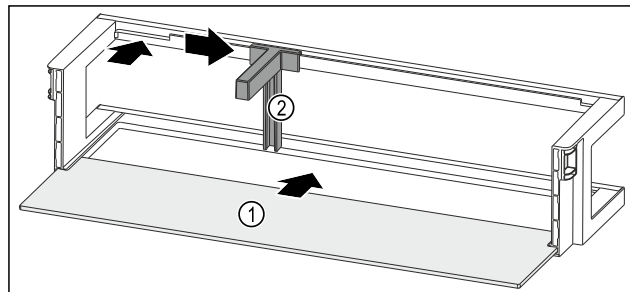

Fig. 53 Durvju plaukts ar plauktu
- ▶ Iebīdiet plauktu Fig. 53 (1) sānu gropēs.
- ▶ Ievietojiet pudeļu turētāju Fig. 53 (2) padziļinājumā.
- ▶ Pabīdiet pudeļu turētāju Fig. 53 (2) vajadzīgajā pozīcijā uz sānu.